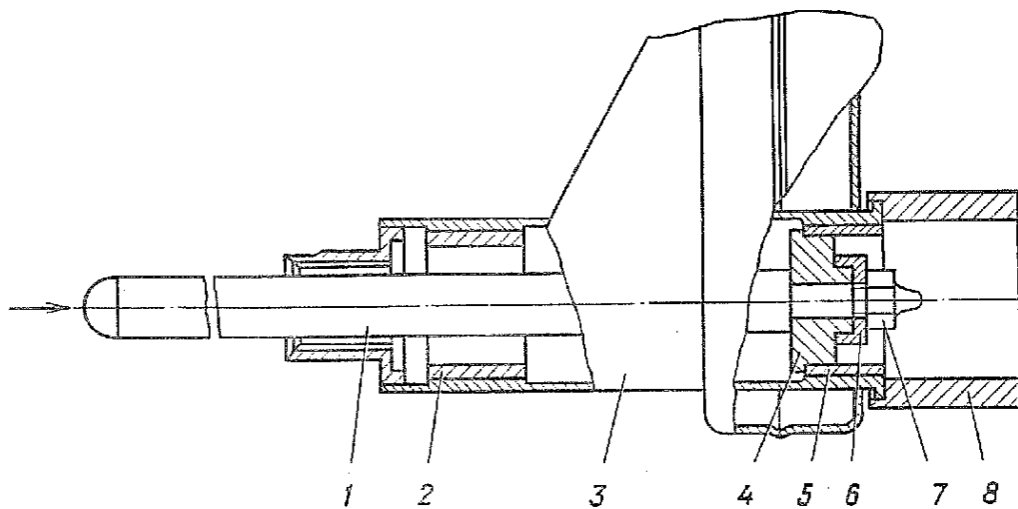

Рис. 67. Выпрессовка внутренней втулки рычага подвески:
1.2. Выпрессовать внутреннюю 5 (рис. 67) и наружную 2 втулки из рычага 3 (пресс гидравлический, оправка).